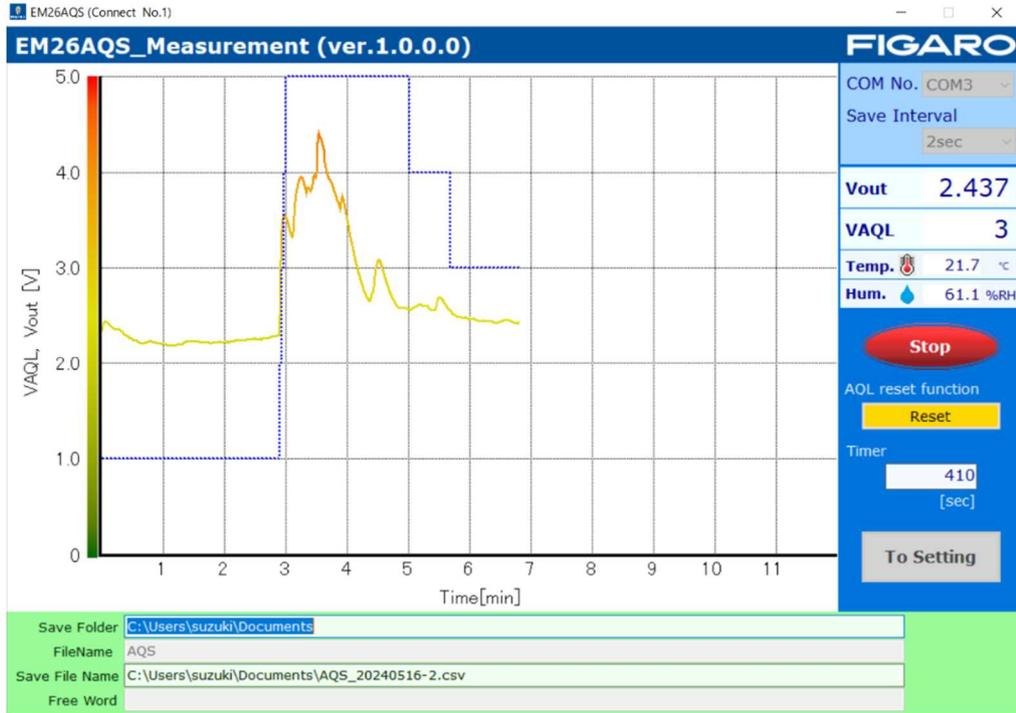

图 4 检测数据示例
⑩ 开始检测
- 检测以 2 秒为一个周期，画面上显示的是自最新检测数据起倒推至约 10 分钟前的检测数据（图 4）。